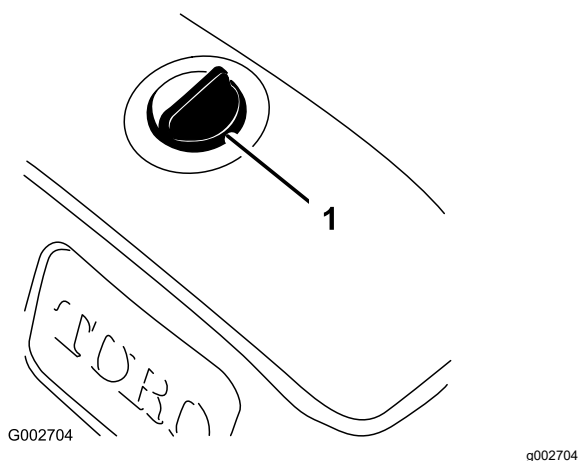

Figura 39
3. Curăai zona din jurul capacului rezervorului de ulei hidraulic pentru a preveni intrarea reziduurilor în rezervor (**Figura 39**).